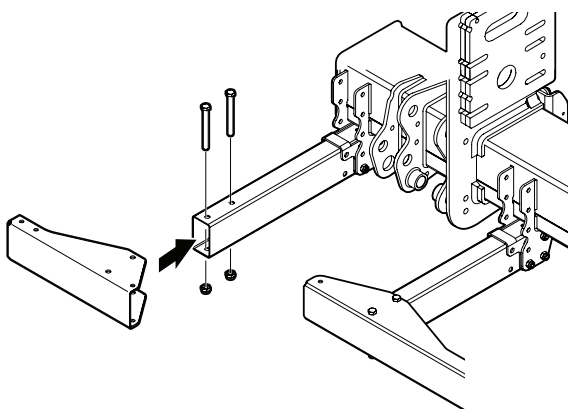

Bild 54. Montering av yttre plåtprofil
4. Montera de yttre plåtprofilerna med 2 skruvar M12x110 vardera. Se Bild 54.